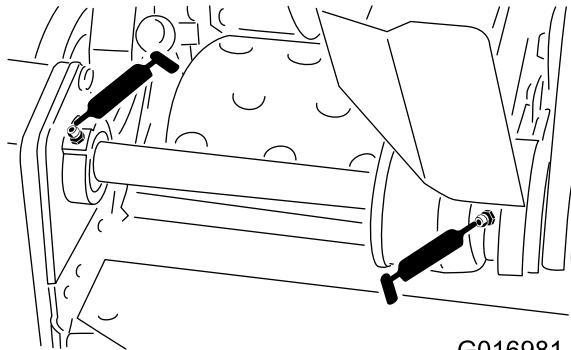

図 19
- ・ リールのカウンタシャフトのペアリング（2ヶ所）（図 19）